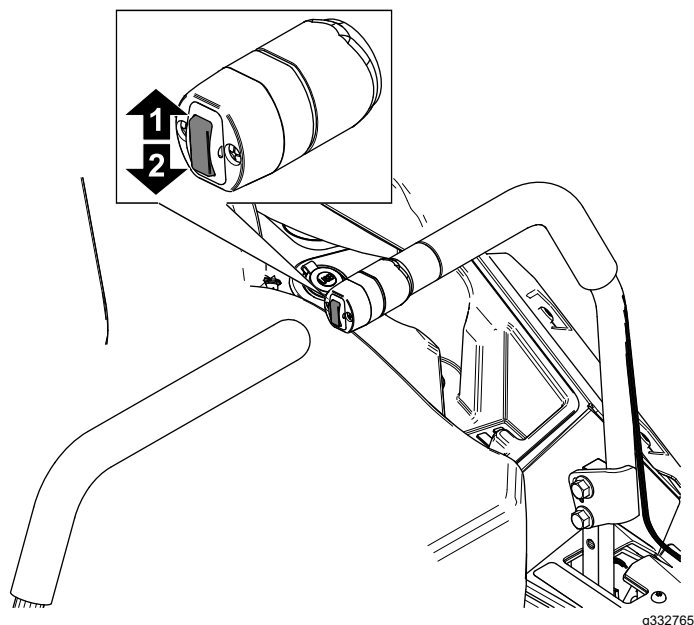

Figura 31
1. Apăsai în sus pe comutatorul pentru ridicarea punii (Figura 31).